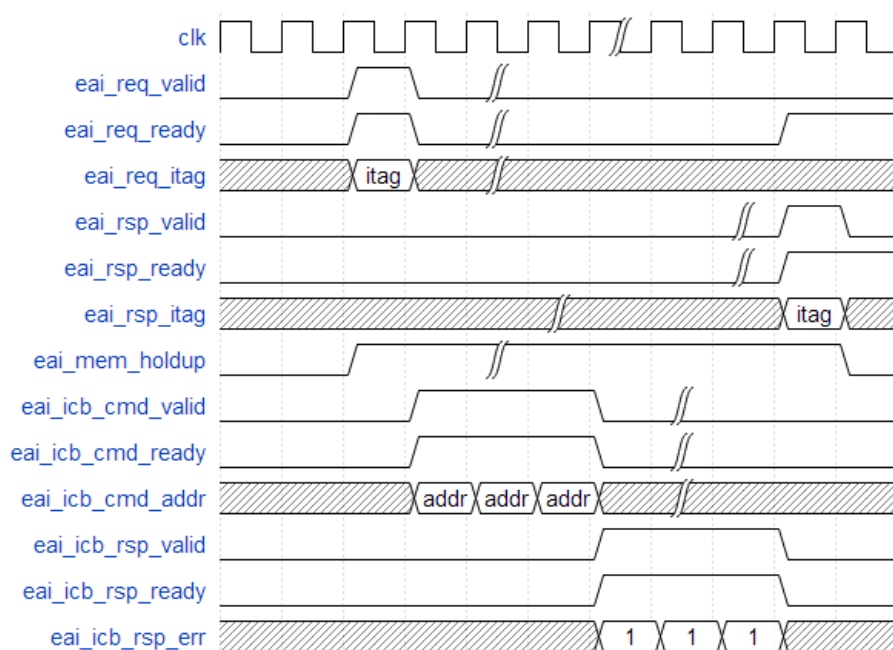

图 2-10 协处理器访问存储器多个周期返回错误标志
- 主处理器向协处理器通过 EAI 的 Request Channel 派发指令，协处理器译码出该指令需要访问存储器，则将存储器独占信号拉高（eai_mem_holdup），协处理器通过 Memory Request Channel 向主处理器 LSU 发起读写请求，主处理器通过 Memory Response Channel 在多个周期之后返回结果，但是结果指示读写存储器是发生了错误，协处理器继而将存储器独占信号拉低，如图 2-10 所示。